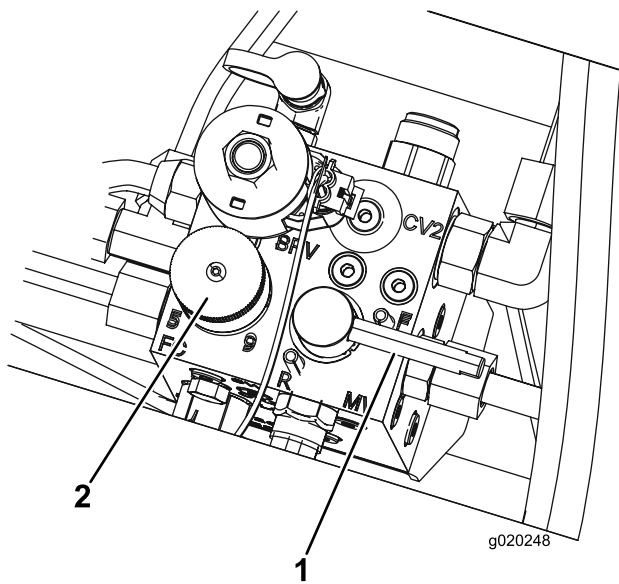

Рисунок 99
5. Установите ручку регулировки скорости вращения барабана в положение 1 (Рисунок 99).
6. Установите рычаг заточки обратным вращением в положение R (заточка обратным вращением) (Рисунок 99).